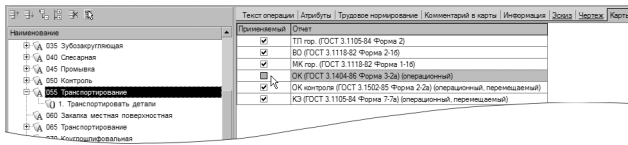

Рисунок 77
31. Снимите галочку напротив строки *ОК (ГОСТ 3.1404-86 Форма 3-2а)*, как показано на рис. 77.